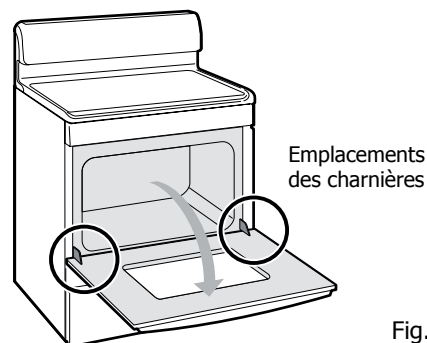

Fig. 1
1. Ouvrez complètement la porte du four (parallèlement au sol - fig. 1).
3. Ouvrez complètement la porte du four (parallèle au sol; fig. 1).